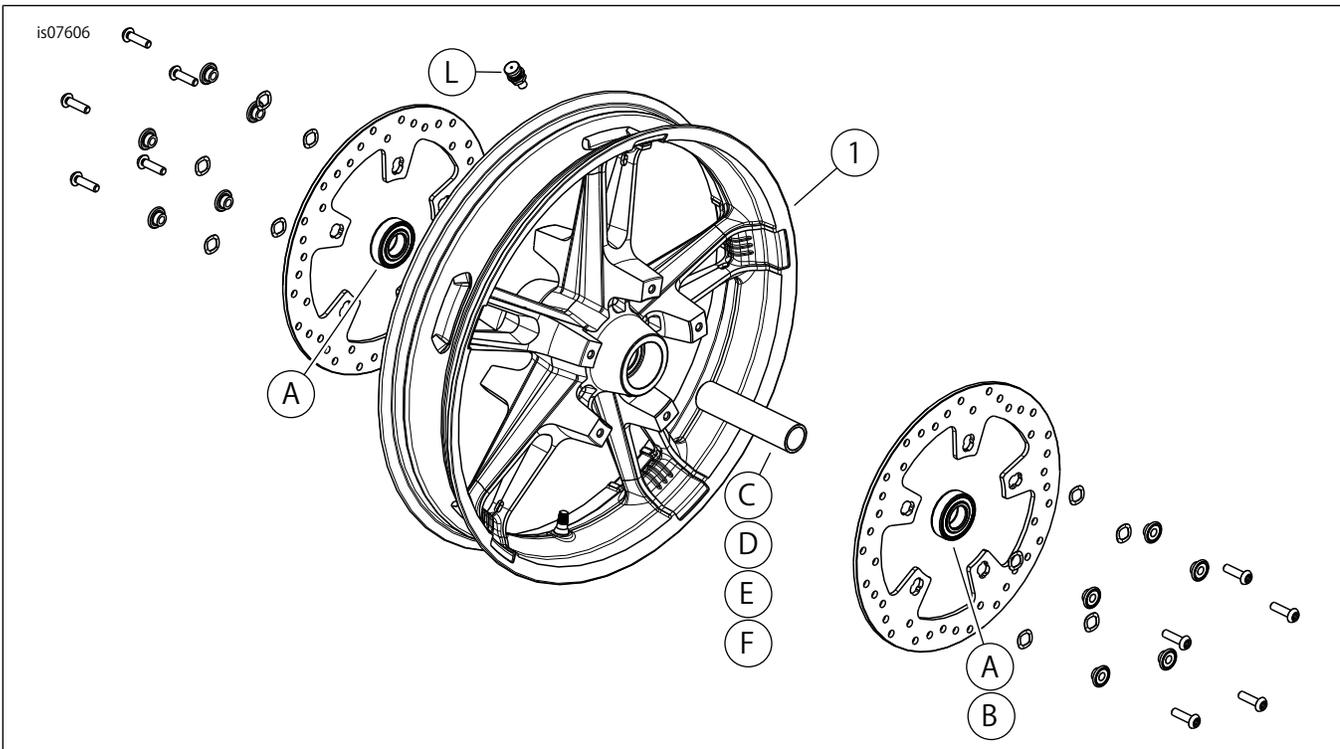

図1. 交換用パーツ: フロントエンフォーサーホイール、キット43300336 (表示)。
2. 「図1」を参照してください。バルブシステムアッセンブリー(N)をホイールに取り付けます。サービスマニュアルの「タイヤ」を参照してください。